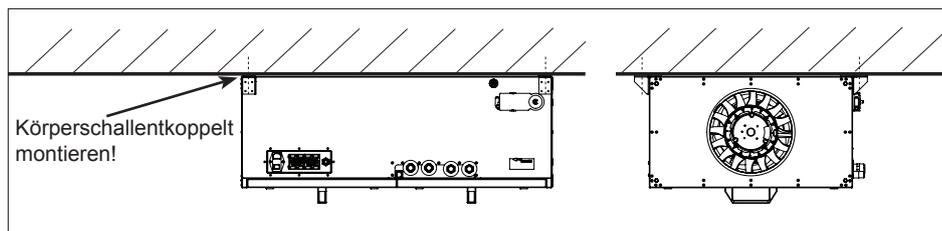

Abb. 7:
- Das Gerät ist nur an Decken bzw. Traggestellen mit ausreichender Tragkraft zu montieren. (s. Abb. 7)